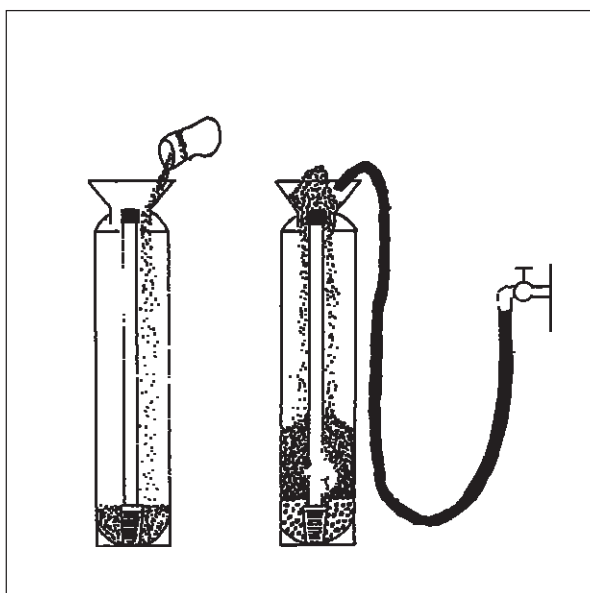

Рис. 3: Наполнение емкости
7. Залить ионообменную смолу. Для этого применять большую воронку, и смывать ионообменную смолу внутрь ионообменника водой, если она не проходит сама. Рис. 3.